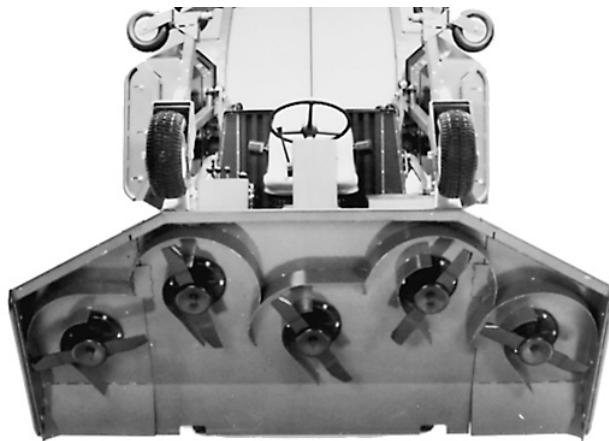
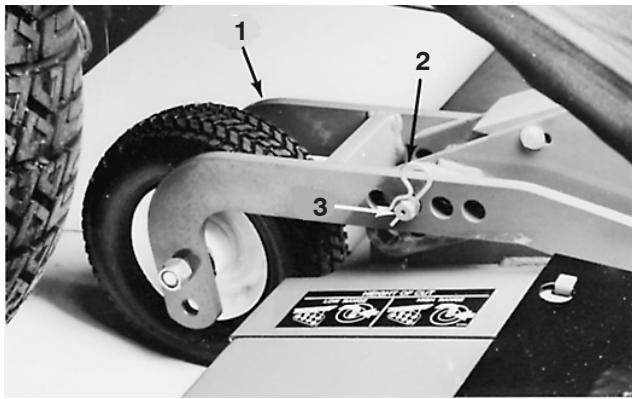

Bild 59
Bild 60
Hinweis: Obwohl das für normale Wartung nicht erforderlich ist, lässt sich das vordere Mähwerk ganz hochklappen (Bild 59). So klappen Sie das Mähwerk hoch:
- Nehmen Sie die Splints und Lastösenbolzen von den zwei (2) hinteren Laufrädern ab (Bild 60). Legen Sie den linken Lastösenbolzen zur Seite und setzen Sie den rechten in das vorderste Loch im Laufradarm rechts am Mähwerk (Bild 59). Der Laufradarm und der Stift sollten oben am Mähwerk aufliegen.
- Sie sollten das Mähwerk immer mindestens zu zweit hochklappen. Fassen Sie die Vorderseite des Mähwerks an und heben es in eine hochgeklappte Stellung an (Bild 59).